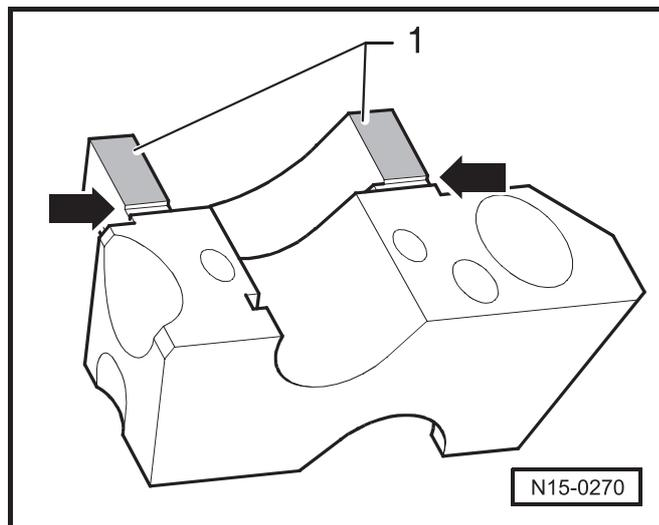

Рис. 3: Размеры клапанов
- размеры клапанов ⇒ рис. 3 в **15-2** страница 3